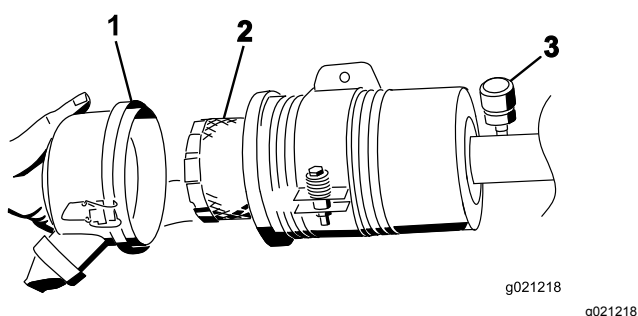

Figura 81
5. Retire e substitua o filtro (Figura 81).